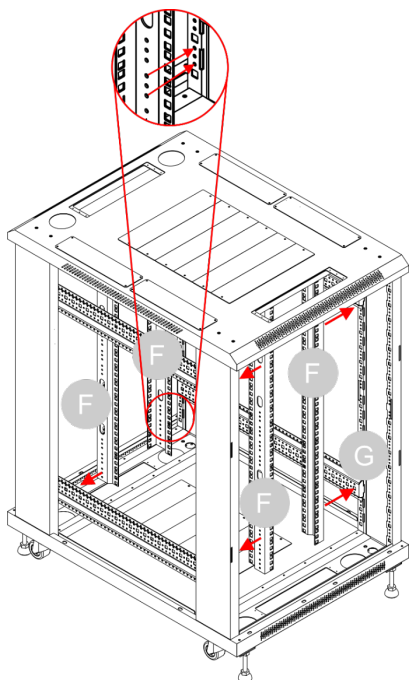

Fig. 31
- 15) Mettere le 4 **staffe verticali (F)** davanti alle **staffe orizzontali (G)**. Assicurarsi che i fori delle **staffe verticali (F)** siano allineati con i fori delle **staffe orizzontali (G)**, come illustrato nella Fig. 31.